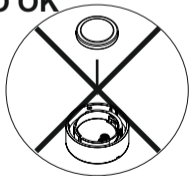

Fig.5
- Remove the insulating tab (F) from the transmitter.
- Press the X-Driver button until the blue signalling LED (G) comes on and then press the PIR WI-XD (H) button until the signalling LED (I) remains on steady, then briefly press the button (H) **again twice** until the signalling LED (I) **flashes twice**.
**REPLACING THE BATTERY (Fig.5):**
- Die Isolierlasche (F) vom Sender entfernen.
- Die Taste X-Driver drücken, bis die blaue LED-Anzeige (G) aufleuchtet und danach die Taste des PIR WI-XD (H) drücken, bis die LED-Anzeige (I) eingeschaltet bleibt; nochmals die Taste (H) **zweimal kurz** drücken, bis die LED-Anzeige (I) **zweimal blinkt**.
**BATTERIEWECHSEL (Abb.5):**